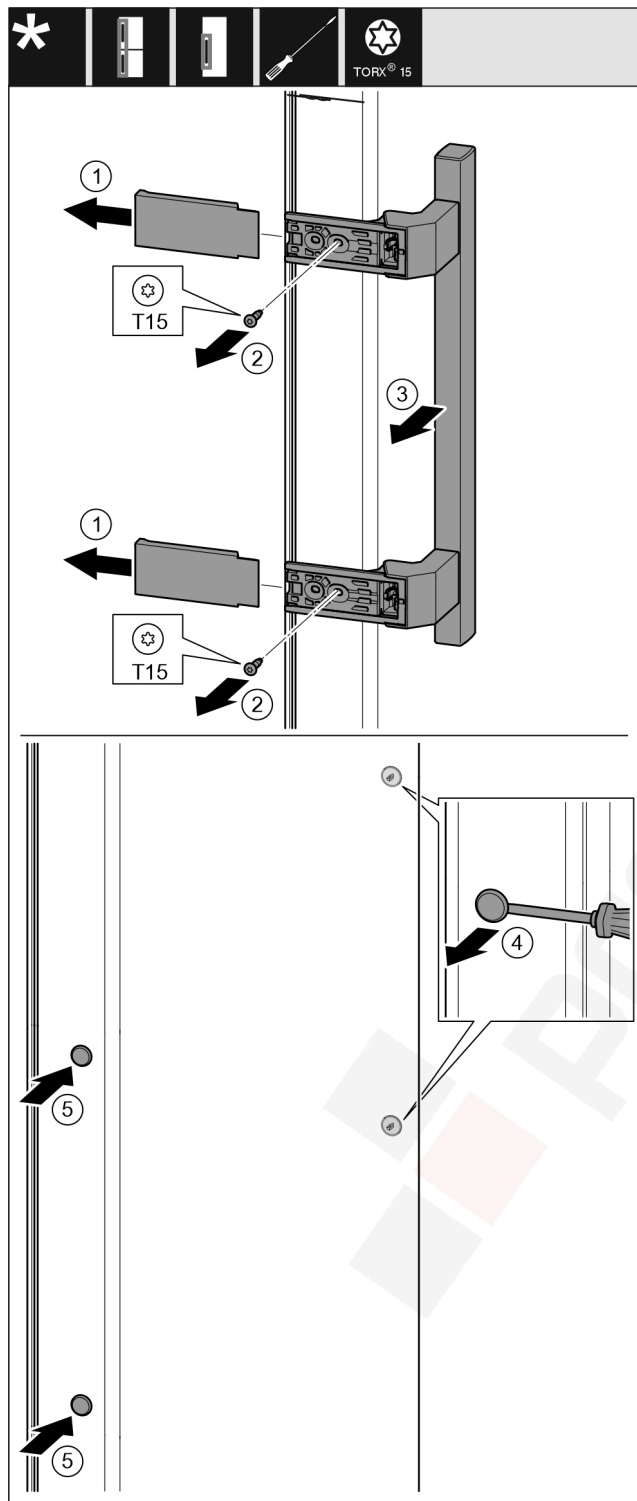

Fig. 10
- ▶ Húzza le a fedelet. *Fig. 10 (1)*
- ▶ Csavarja ki a csavarokat a Torx 15 csavarhúzóval. *Fig. 10 (2)*
- ▶ Vegye le a fogantyút. *Fig. 10 (3)*
- ▶ Óvatosan emelje meg az oldalsó dugókat egy lapos csavarhúzóval, és húzza ki őket. *Fig. 10 (4)*
- ▶ Helyezze be a dugókat a másik oldalon. *Fig. 10 (5)*